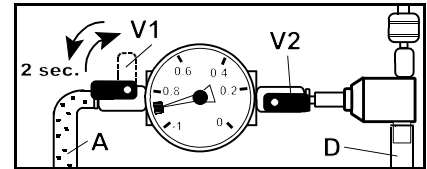

Abb. 6
- Befüllschlauch (A) füllt sich mit Kühlmittel
- Erst wenn der Befüllschlauch (A) blasenfrei ist - V1 schließen. (Abb. 6)
- Überflüssiges Kühlmittel wird über Schlauch (D) abgegeben.